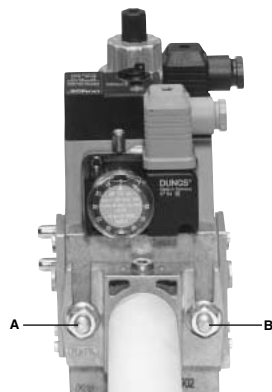

Fig. 6
3. Strangeti suruburile A, B, C si D (Fig. 6 - Fig. 7), conform pozitiei de montare (Fig. 9) ;